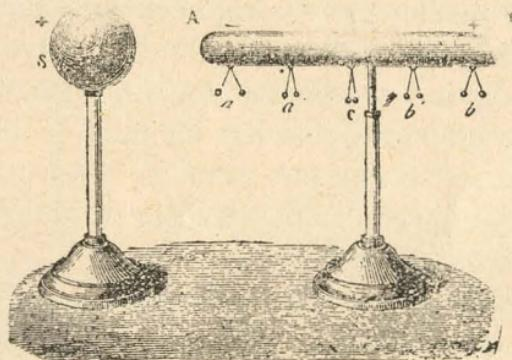

Fig. 160.—Electrización por influencia.
2. **Experimento.**—Sea un conductor aislado *AB* (fig. 160) en estado neutro, y provisto de péndulos dobles *a*, *a'*, *b*, *b'*, y *c*, formados con esferillas de saúco colgadas de hilos conductores.